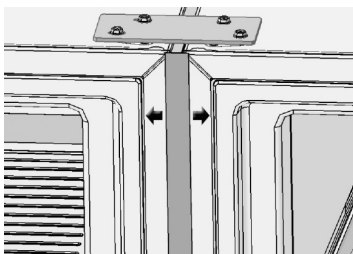

Fig. 17
b. Ajuste la proximidad de las unidades según sea necesario para centralizar la moldura central. Comience por ajustar los tornillos en el soporte 1H superior para espaciar uniformemente la moldura central (Fig. 17).